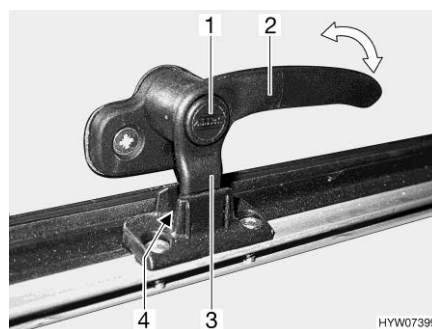
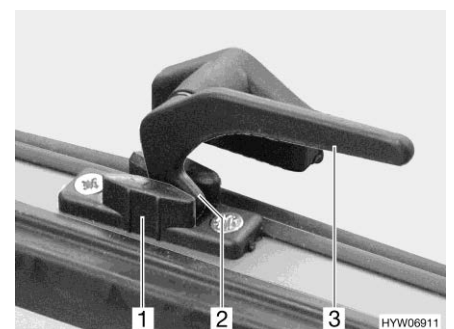

Bild 98 Verriegelungshebel mit Sicherungsknopf in Stellung "Dauerbelüftung"
Bild 99 Verriegelungshebel in Stellung "Dauerbelüftung"
- in Stellung "Dauerbelüftung" (Bild 98 und Bild 99)
- Wenn vorhanden, Sicherungsknopf (Bild 98,1) drücken und gedrückt halten.
- Den Verriegelungshebel (Bild 98,2 oder Bild 99,3) eine viertel Umdrehung zur Fenstermitte hin drehen.
- Den Verriegelungshebel wieder zurückdrehen. Die Verriegelungsnase (Bild 98,3 oder Bild 99,2) am Verriegelungshebel dabei in die Aussparung der Fensterverriegelung (Bild 98,4 oder Bild 99,1) einfahren.
- Wenn vorhanden, Sicherungsknopf (Bild 98,1) loslassen.